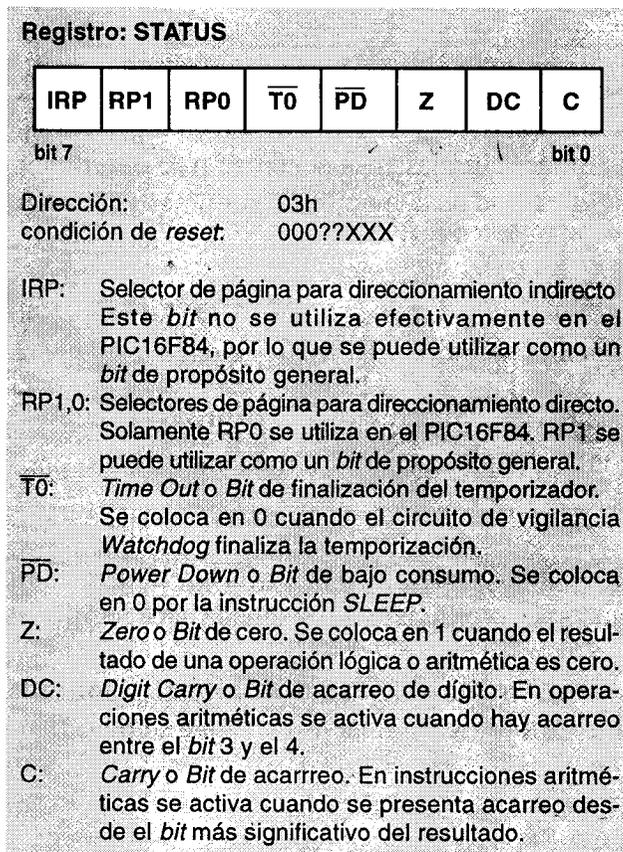

Figura 1.12. Contador de programa (13 bits)
**02h o PCL: Contador de programa.** Se utiliza para direccionar las palabras de 14 *bits* del programa del usuario que se encuentra almacenado en la memoria ROM; este contador de programas es de 13 *bits* de ancho, figura 1.12. Sobre el *byte* bajo, se puede escribir o leer directamente, mientras que sobre el *byte* alto, no. El *byte* alto se maneja mediante el registro PCLATH (0Ah). A diferencia de los PIC de primera generación, el 16F84 ante una condición de *reset* inicia el contador de programa con todos sus *bits* en “cero”. Durante la ejecución normal del programa, y dado que todas las instrucciones ocupan sólo una posición de memoria, el contador se incrementa en uno con cada instrucción, a menos que se trate de alguna instrucción de salto.